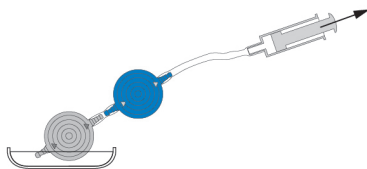

Fig. 24: Controlul permeabilității
M.blue plus XABO trebuie aerisit și verificat cu privire la permeabilitate înainte de implantare. Valva trebuie umplută cât mai neagresiv posibil prin aspirație, cu ajutorul unei seringi sterile de unică folosință aplicate la capătul distal al cateterului. În acest sens, valva se conectează distal și se ține în ser fiziologic steril. Dacă se preia ser fiziologic, înseamnă că valva este permeabilă (Fig. 24).